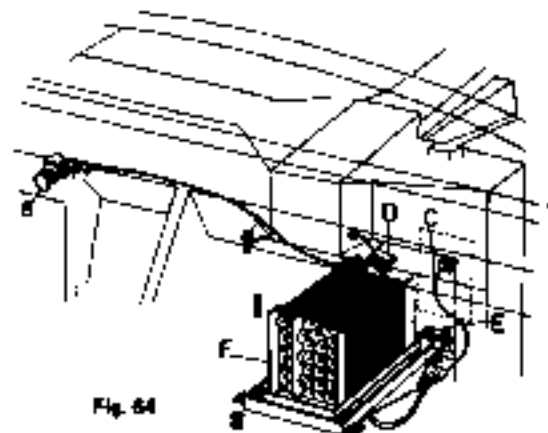

Fig. 64
## SMONTAGGIO E MONTAGGIO GRUPPO EVAPORATORE (fig. 64)
## DEMONTAGE ET MONTAGE GROUPE EVAPORATEUR (fig. 64)
## DISMANTLING AND RE-FITTING OF THE EVAPORATOR ASSEMBLY (Fig. 64)
### DEMONTAGE UND MONTAGE DER VERDAMPFERGRUPPE (Abb. 64)
1. Den Verdampfer E wieder unter dem Antriebsantrieb beteiligen und zwar nach vorheriger Anbringung der Sensoren an der Stelle des Thermostats B zwischen die Maschen des Verdampfers (Abb. 64).